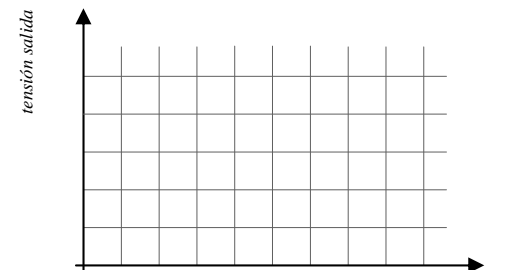

figura 05
7. Verifica el valor de la resistencia y realiza la gráfica de la tensión respecto al ángulo de giro en la figura 05.